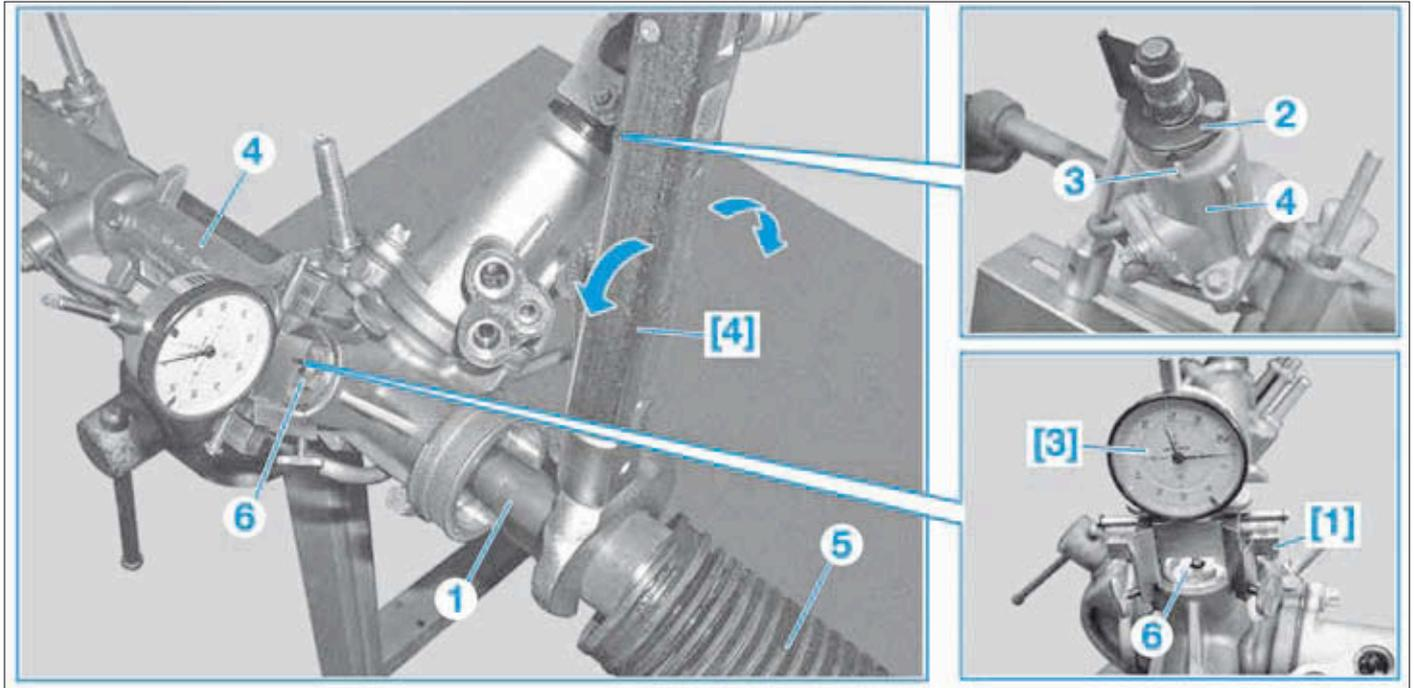

FIG. 12
- Amener la crémaillère (1) en position centrale (Fig.12).